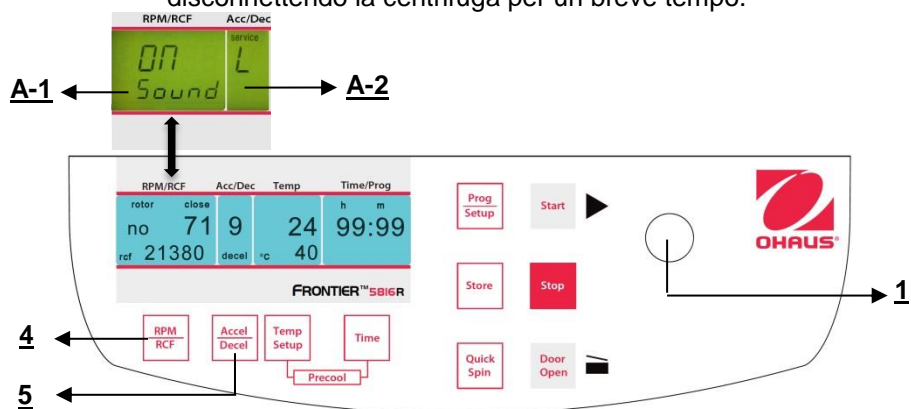

Figura 32
Procedere come descritto al punto 4.1.1 per inserire questa modalità programma e poi premere il tasto **"Accel/Decel"** (5). Sul display **"Acc/Dec"** (A-2) lampeggia la parola **"Service"**. Selezionare adesso la lettera **"L"** con la manopola di regolazione (1). Di conseguenza, compaiono le parole **"On Sound"** sul display **"RPM | RCF"** (4). Se adesso si preme il tasto **"RPM | RCF"** (4), lampeggia la parola **"On"** e si può disattivare la suoneria, con la manopola di regolazione (1) (Vedere figura 32).